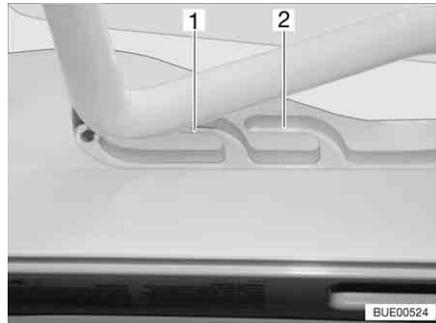
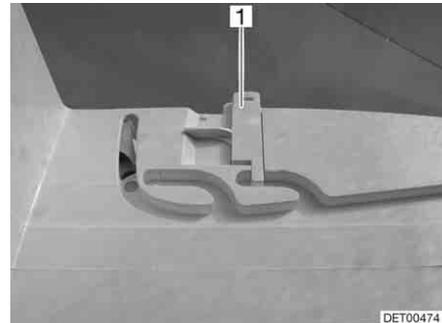

Bild 59 Heki-Dachhaube in Lüftungsstellung
Bild 60 Verriegelung Lüftungsstellung
Die Heki-Dachhaube kann in zwei Lüftungsstellungen gebracht werden: Schlechtwetterstellung (Bild 59,1) und Mittelstellung (Bild 59,2). Je nach Modell kann die Dachhaube in der Mittelstellung mit dem Riegel (Bild 60,1) verriegelt werden.
- Den Bügel leicht nach oben drücken und in die gewählte Führung (Bild 59,1 oder 2) schieben und ggf. verriegeln.